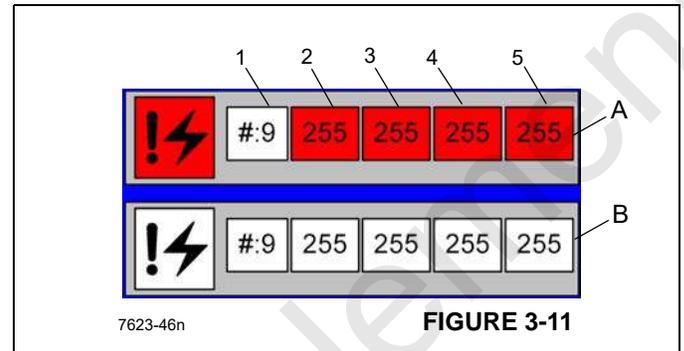

FIGURE 3-11
La Figure 3-11 indique les anomalies actives et enregistrées. Le système de commande de la grue affiche jusqu'à 20 des anomalies ou erreurs les plus récemment enregistrées affectant le(s) système(s) de commande de la grue et du RCL. Il est possible d'utiliser les flèches circulaires pour faire défiler les anomalies actives. Cette série de numéros correspond à une anomalie précise affectant un module, un connecteur et une broche particuliers. On peut, pour effacer les codes d'anomalie enregistrés, appuyer sur le bouton portant l'icône de code d'anomalie et un « X » rouge.
Les informations suivantes décrivent l'écran des codes d'anomalie (Figure 3-11) :
- Boîte d'anomalies actives (rouge, A, Figure 3-11) — Le système de commande de la grue affiche jusqu'à 20 anomalies ou erreurs actives affectant le(s) système(s) de commande de la grue et du RCL. Les numéros d'anomalie n'apparaissent que lorsqu'une anomalie se produit et s'effacent lorsque l'anomalie est corrigée. Les numéros correspondent à une anomalie précise affectant un module, un connecteur et une broche particuliers. Les données suivantes constituent le code d'anomalie :
- Boîte d'anomalies enregistrées (B, Figure 3-11) — Les anomalies enregistrées ne sont pas actives. Utiliser les flèches circulaires pour faire défiler les codes.